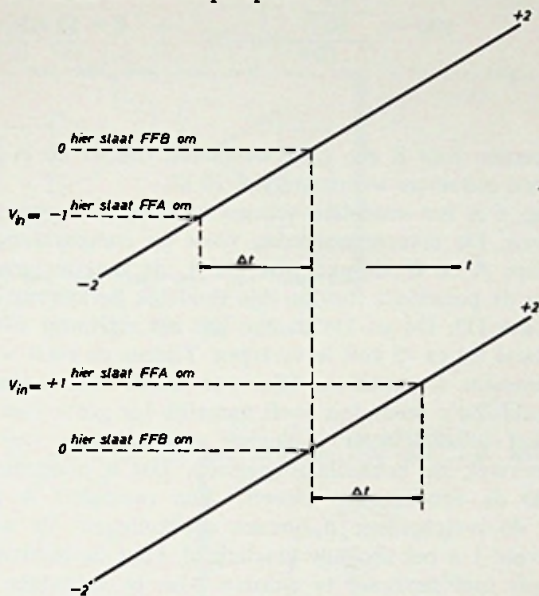

fig. 2. Bij negatieve spanningen slaat eerst flipflop A om; bij positieve spanningen eerst f.f. B. Hierop berust de polariteitsindicatie.
- In fig. 5 zijn D6 en D7 van plaats verwisseld in vergelijking met fig. 2.
- In fig. 2 is R15 1 k Ω en R11 2,7 k Ω
Laten we aannemen dat de zaagtand maximaal negatief is (-2 volt). De ingangsspanning is -1 volt. De zaagtandspanning neemt nu toe. Als deze spanning -1 volt 'passeert' verandert comparator A van toestand met als gevolg dat flipflop A omslaat. Als de zaagtandspanning 0 volt passeert verandert comparator B van toestand; flipflop B slaat om. Maken we de ingangsspanning + 1 volt dan slaat eerst flipflop B om en dan flipflop A (fig. 2).